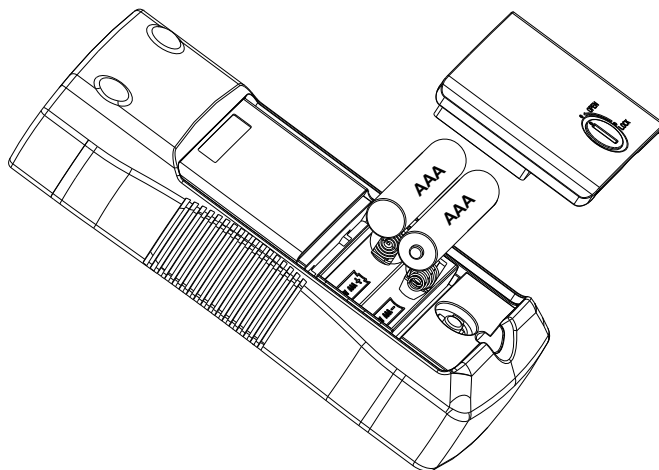

Figura 5.2: Reemplazo de las pilas del Transmisor
4. Reemplace las pilas, tal como se muestra en la figura 5.2. Observe la polaridad de las pilas, tal como se muestra en el compartimiento de las pilas.